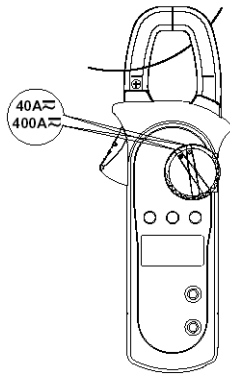

Рисунок 9
G. Измерение постоянного и переменного тока (см. рисунок 9)